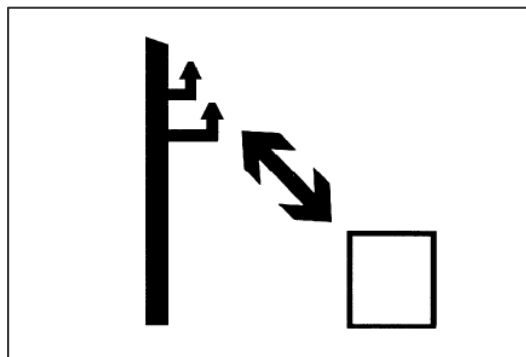

Abb. 2.26
**WARNUNG:** Unbeabsichtigter Kontakt mit Hochspannungsleitungen kann zum Tod führen. Bei Berührung mit Hochspannungsleitungen verlassen Sie den Traktor NICHT, bewegen Sie den Traktor und/oder den Lader in einer Weise, um den Kontakt zu vermeiden und einen sicheren Abstand zu erreichen (Abb. 2.26)